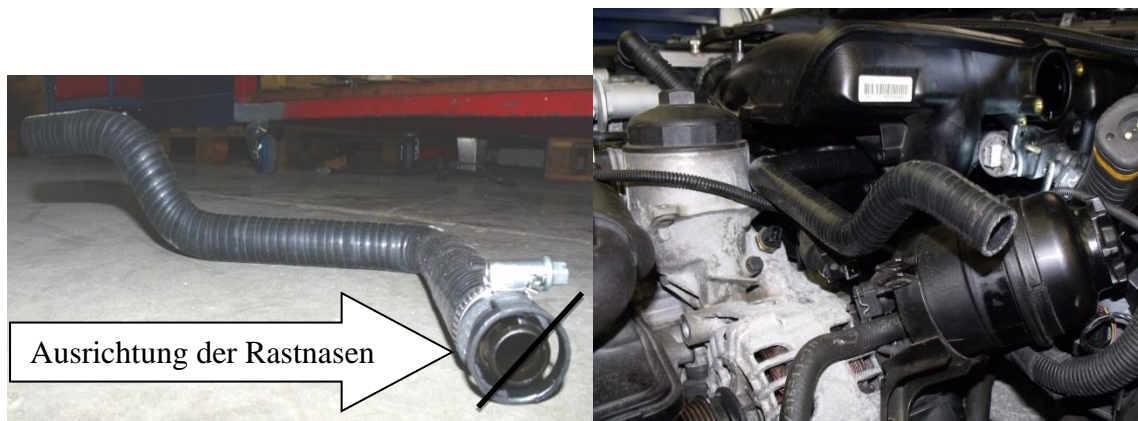

Abbildung 11
23. Kurbelgehäuseentlüftungsschlauch P341-53-20 auf den Stutzen von Schritt 22. mit Quetschschelle montieren. Zur Vereinfachung der Montage sollten die Bauteile (Stutzen, Quetschschelle und Schlauch) wie in Abbildung 11 ausgerichtet werden: